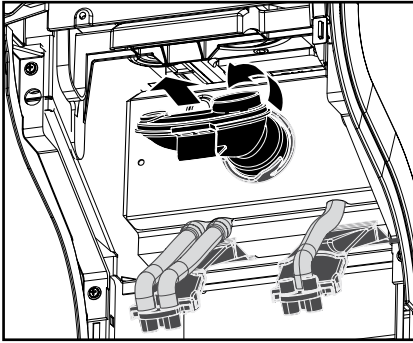

Рис. 28
- d. Повернув против часовой стрелки, разблокировать смесительную вставку и извлечь ее вместе с уплотнительным кольцом. (Рис. 28)